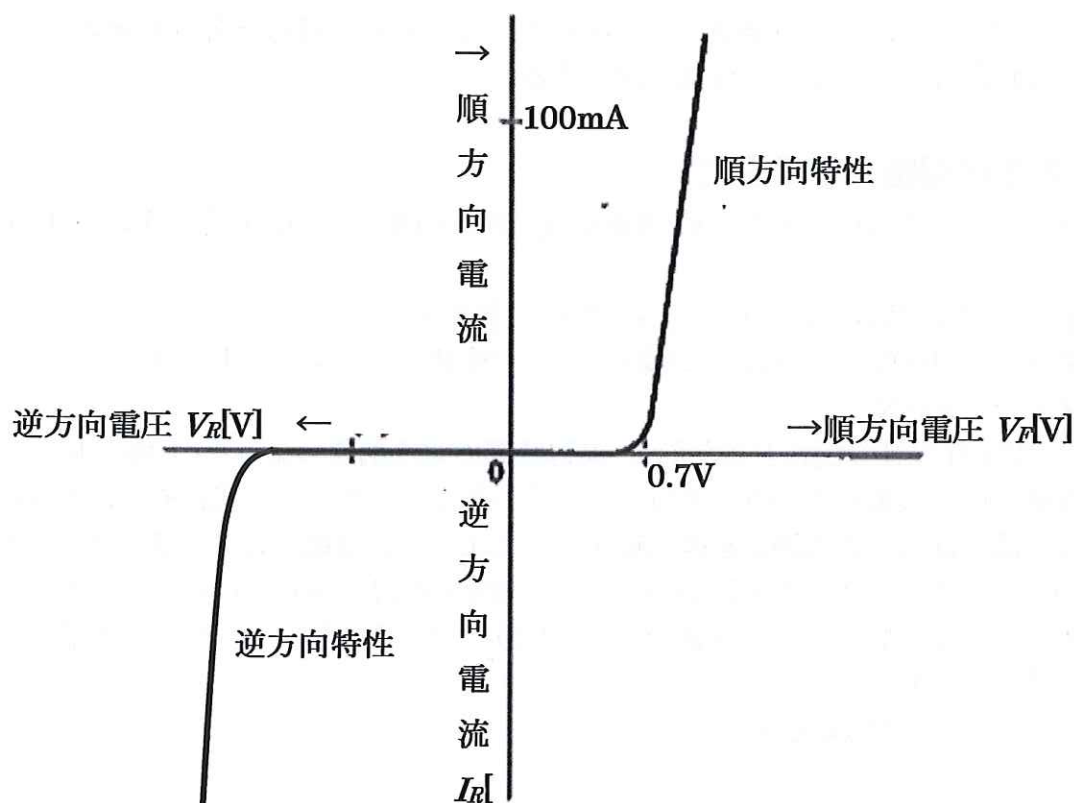

図5.6 グラフの座標軸の取り方
- (1) 実習装置の電圧調整のつまみを中央の 0 V に設定する。
- (2) 実習装置のAC100Vの入力端子に電源コードを接続し, コンセントに挿入する。
- (3) 電源スイッチをON。
- (4) 電流計, 電圧計の針の振れを見ながら, 実習装置の電圧調整つまみを(+)側に回して行く。
- (5) 方眼紙を用意し, 特性を描く準備をする。(4), ㊟で述べたフルスケールの値をグラフの縦軸の最大目盛りとするとよい。
- ㊟ グラフ化は, 図5.6を参照のこと。
実習装置に組立てた測定用回路の初期設定(電圧値など)確認後, 次の(1)～(3)に従って, 3種のダイオード(①, ②, ③とする.). *順方向電圧 V_F と逆方向電圧 V_R の最大印加電圧は異なってよい. 図5.6を参照のこと.
- (1) ダイオード①の順方向特性: 電圧を0Vから+(順)方向に少しずつ増大させ(電流が, 例えば30mAになるまで), 順方向電圧 V_F に対する順方向電流 I_F の変化の様子を, p.28, 表5-1に測定値で記入し, 用意した方眼用紙に図5.6を参照し, グラフをプロットする.
- (2) ダイオード①の逆方向特性: (1)で測定したダイオードを逆に取り付け, (すなわち, カソードを端子C(+)に, アノードを端子E(-)に接続し, (1)と同様の測定を行う.
- ⑨ 「なだれ降伏」が起こらなければ, $V_R=10V$ まで測定する.
- ⑩ グラフ化する場合, 「 V_R , I_R は負値」としてプロットする.
- (3) ダイオード②, ③の順方向特性および逆方向特性: 被測定ダイオードを取り替え, (1), (2)と同様の測定すう.
- ⑪ 被測定ダイオードの名称は, 表5-1と作成するグラフ内に必ず記入すること.